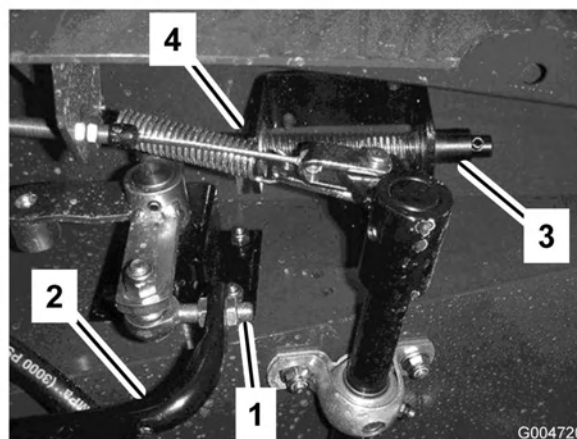

Bild 68
3. Lockern Sie die Klemmmuttern am Stangenende und stellen die Länge der Fahrpedalstange (Bild 68) so ein, dass das Pedal den Anschlag kurz vor dem Zeitpunkt erreicht, zu dem der Pumpenhebel seinen vollen Ausschlag erreicht. Ziehen Sie dann die Klemmmuttern fest.
3. Füllen Sie den Tank (Bild 68) mit ungefähr 30 l Hydrauliköl, siehe „Prüfen der Hydraulikanlage“.